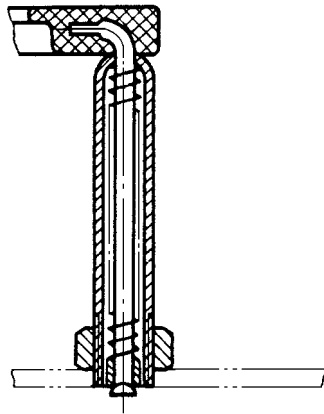

图 3 装配图中的圆柱螺旋弹簧示意画法(二)
5.3 被剖切弹簧的截面尺寸在图形上等于或小于2 mm,并且弹簧内部还有零件,为了便于表达,可用图3的示意图形式表示。